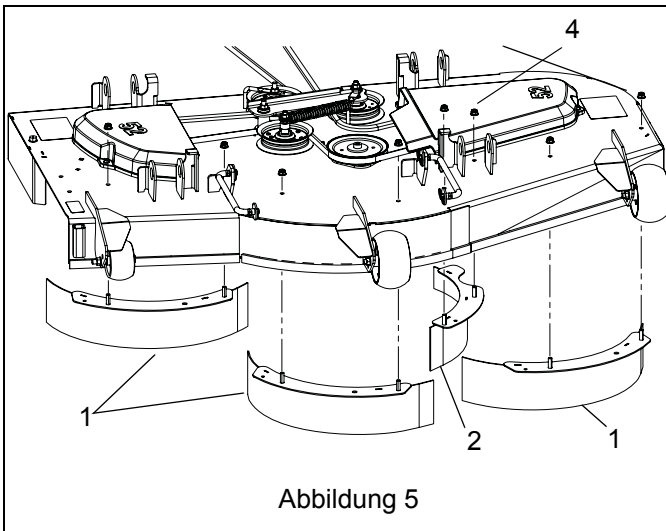

Abbildung 5
7. Die drei Universal-Leitbleche (Pos. 1) und das zentrale Leitblech (Pos. 2) von der Unterseite des Mähdecks anbringen. Mit acht 5/16" Sicherungsflanschmuttern befestigen (Pos. 4). Siehe Abbildung 5.